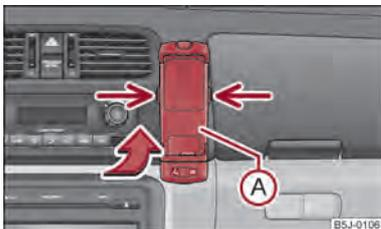

Fig. 88 Preparación universal para el teléfono
- Introducir primero el adaptador (A) en el soporte en sentido de la flecha ⇒ fig. 88 hasta el tope. Presionar ligeramente el adaptador hacia abajo hasta que se enclave de modo seguro.
- Montar el teléfono en el adaptador (A) (según las instrucciones del fabricante).
- Presione los enclavamientos laterales del soporte simultáneamente y retire el teléfono con el adaptador ⇒ fig. 88.